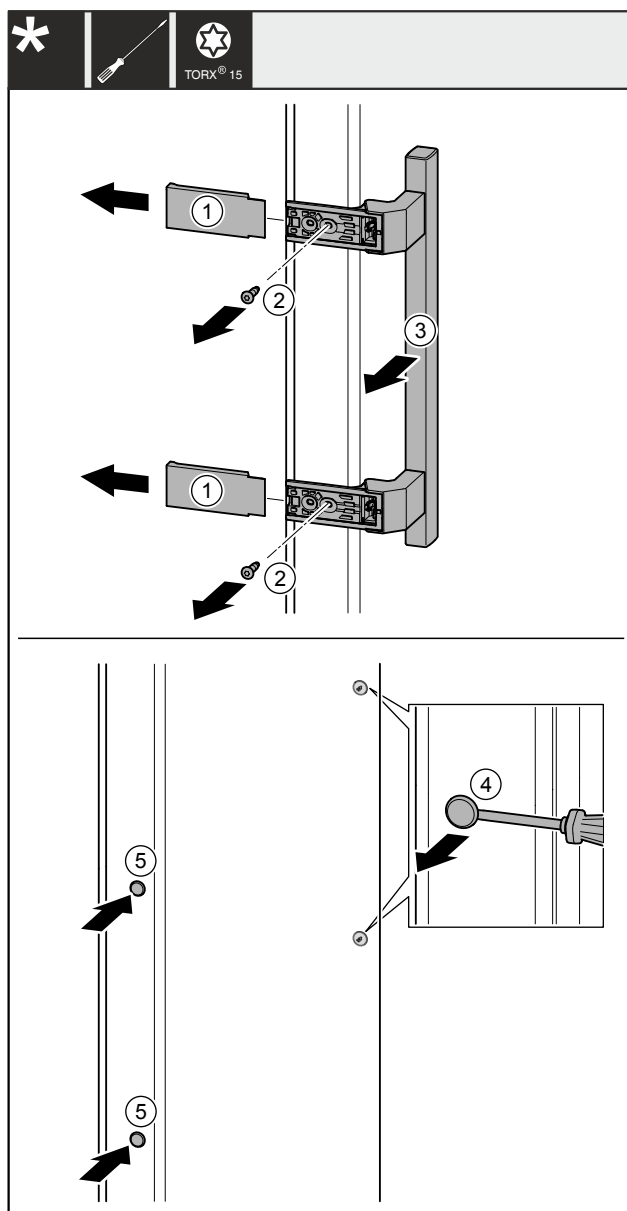

Fig. 40
- ▶ Îndepărtați capacele Fig. 40 (1).
- ▶ Demontați șuruburile Fig. 40 (2) cu șurubelnița.
- ▶ Îndepărtați mânerul Fig. 40 (3).
- ▶ Ridicați cu precauție dopul lateral Fig. 40 (4) cu o șurubelniță plată și extrageți-l.
- ▶ Introduceți dopul Fig. 40 (5) pe partea opusă.